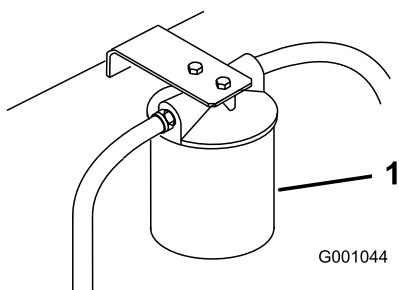

Figura 84
3. Coloque un recipiente bajo el filtro, retire el filtro usado y limpie con un paño la superficie de la junta del adaptador del filtro (Figura 84).